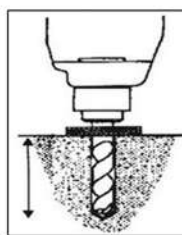

Figura 18
-Ajuste o paralelismo da plataforma e a distância entre as duas plataformas conforme exigido na Figura 18.
-Fixe os parafusos de ancoragem com uma furadeira elétrica de percussão (a broca de percussão deve ser de 16), faça um furo de 120mm e limpe o furo. (Figura 18)